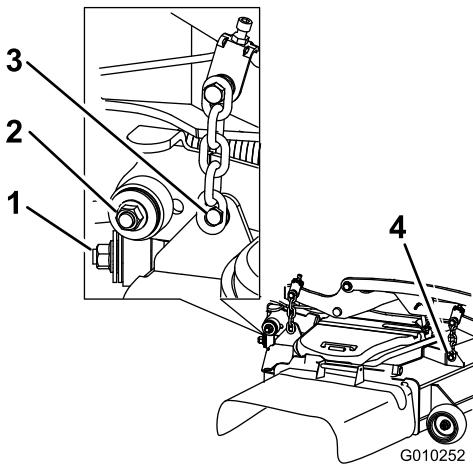

Figure 121
7. Enlevez et mettez de côté les fixations des deux côtés du tablier, comme montré à la Figure 121.